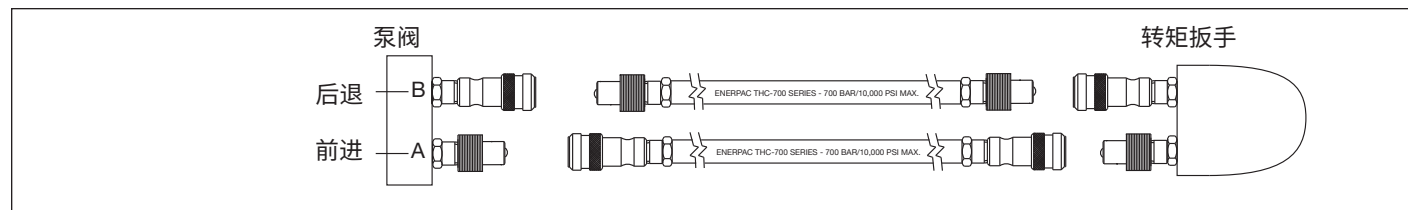

图 5
如图 5 所示连接软管。
1. 适用于 Enerpac Sx、Wx、RSL、HMT 和 DSX 扭矩的泵类型扳手等品牌。使用标有“Enerpac THQ-700 series-700 bar/10,000 psi max.”的软管。接头必须按图 5 所示进行极化处理,以确保扳手操作正确性。操作前确保接头完全啮合并已拧紧。如果接头只是部分啮合,将会妨碍扳手正确操作。